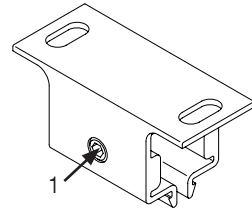
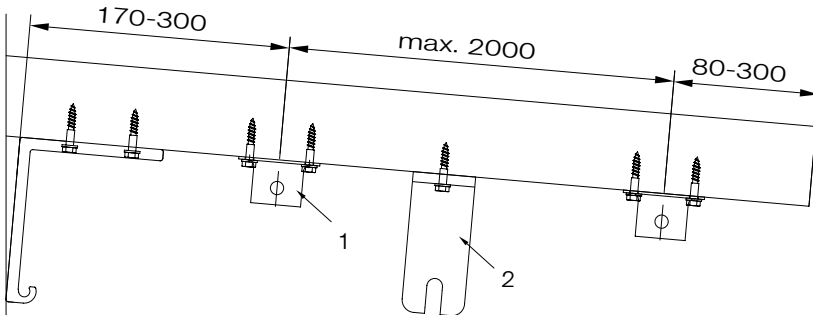

Abb. 8: Führungsschienenhalter
Abb. 9: Abstände Führungsschienenhalter
- » Zeichnen Sie die Führungsschienenhalter (Abb. 8) an den Sparren an (Abstände siehe Abb. 9)
- » Drehen Sie vor der Montage die Klemmschrauben (1 – Abb. 8) 2–3 mm heraus, damit die Schiene einrasten kann
- » Montieren Sie die Tuchstützdrahtwinkel (2 – Abb. 9 u. 11) wie abgebildet auf den äußeren Sparren in der Mitte des Markisenausfalls.